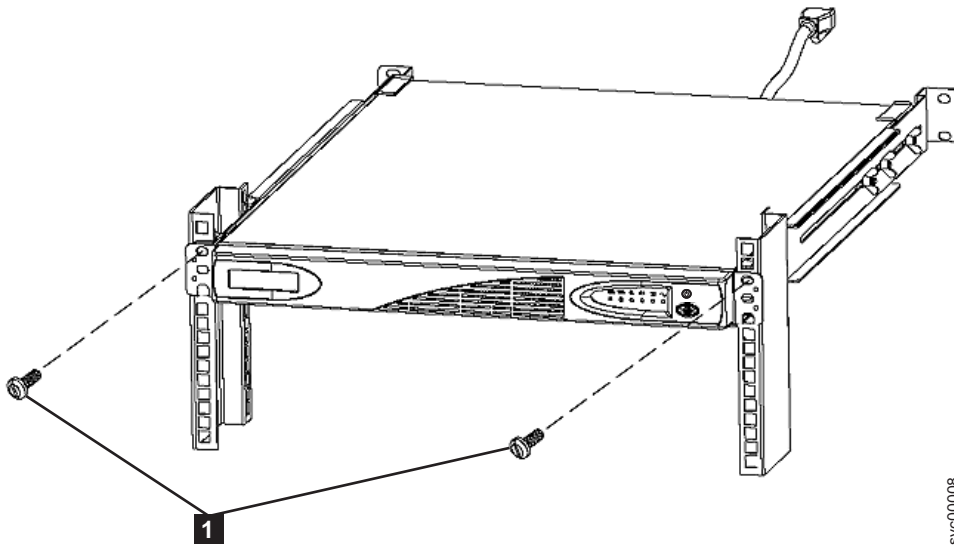

図 314. 2145 UPS-1U 用の取り付けねじ
9. 350 ページの図 314 に示すように、2145 UPS-1U の前面で、2つの取り付けねじ **1** を外します。